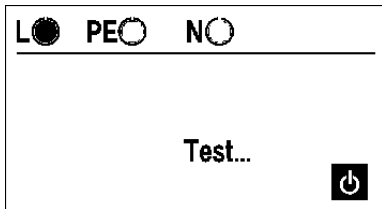

Bild 5.3.7: Laufende Prüfung
► Drücken Sie kurz die Taste "Start/On" (22), die Prüfung wird gestartet. Während der laufenden Prüfung wird 'Test...' (11) angezeigt, siehe Bild 5.3.7.